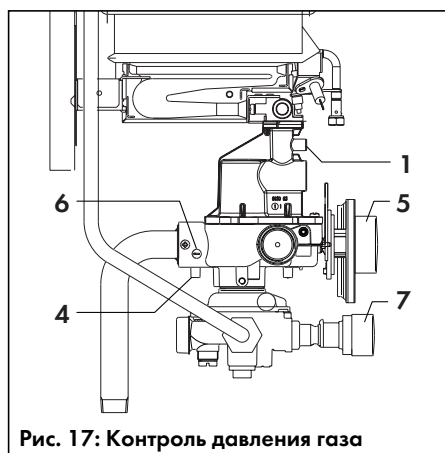

Рис. 17: Контроль давления газа
- Установите крышку (15) обратно, крепко затянув её 4 винтами (14).
- Открутите винты (12) и снимите крышку (13) с газовой арматуры (крышка подпружинена).
- Вытащите прокладку корпуса (20), пружину вентиля (17) и клапан вентиля (18).
- Замените клапан вентиля (18) и прокладку корпуса (20) на соответствующие из комплекта для перенастройки и вставьте их вместе с прежней пружиной (17) в газовую арматуру. Обратите внимание на правильное положение уплотнительной прокладки.
- Установите крышку (13) обратно, крепко затянув её винтами (12).
- Установите коллектор (2) с соплами и соберите горелку, обратив внимание на наличие предварительного сопла:
- Подсоедините U-образный манометр к штуцеру для измерения давления газа на соплах (1, рис. 17), вывернув из него винт.
- Подсоедините U-образный манометр к штуцеру для измерения давления газа на соплах (1, рис. 17), вывернув из него винт (рекомендуется U-образный манометр Vaillant № 99-0034).
- Запустите аппарат в работу на максимальной мощности согласно указаниям на стр. 9 и 10 и, вывернув регулятор температуры (7, рис. 17) до упора вправо, откройте возможно больший разбор горячей воды.